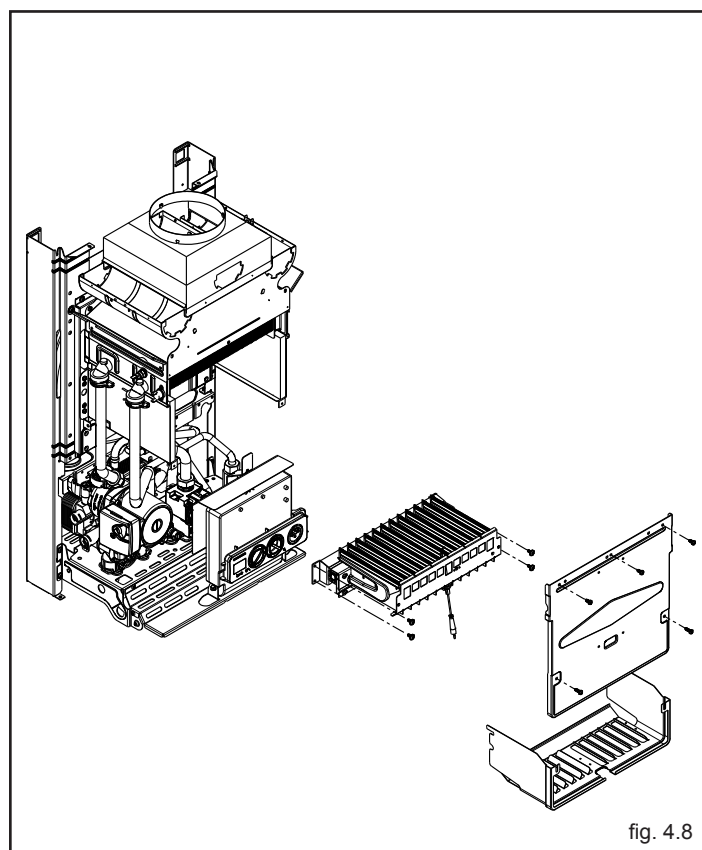

fig. 4.8
- rimuovere in successione: mantello, carena inferiore e coperchio camera di combustione (fig. 4.8)